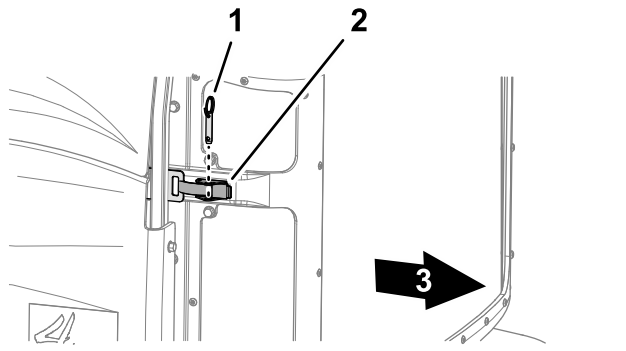

Bild 67
2. Entfernen Sie den Kugelstift von der Gitterverriegelung (Bild 67)